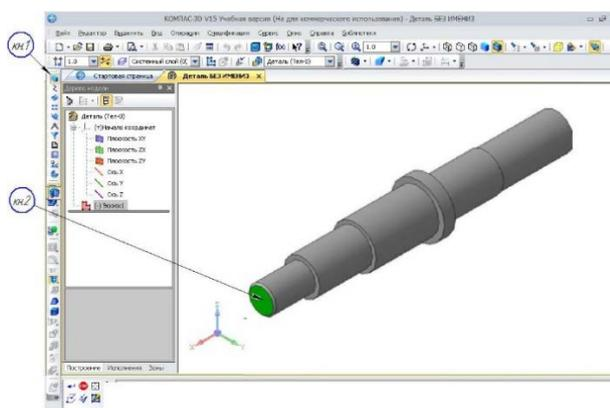

Рисунок 56 Определение плоскости торца центрального отверстия
1) На компактной панели активируем (если не включена) кнопку *кн.1*, «Редактирование детали». На выпадающем меню появляются кнопки выбора (Инструментальная панель). Перекрестие кнопки мыши устанавливаем на торцевую поверхность вала кнопкой *кн.2* и щелкаем левой кнопкой. Поверхность окрашивается в зеленый цвет (рисунок 56).